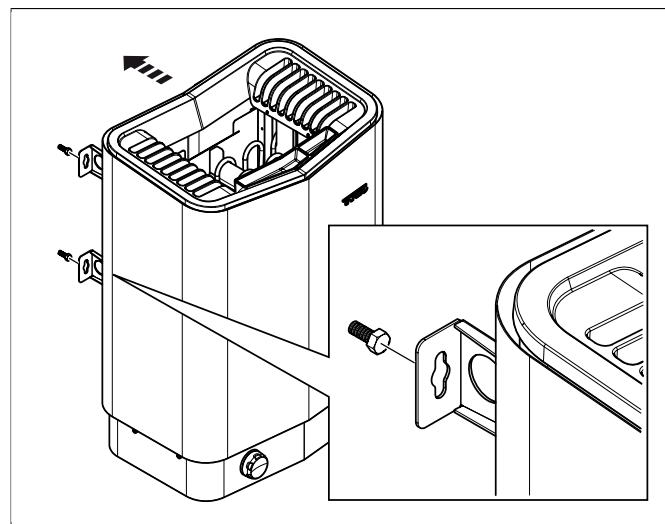

Fig 10: Fixer le poêle
8. Fixer le poêle sur les vis voir **Fig 10**, page 4.